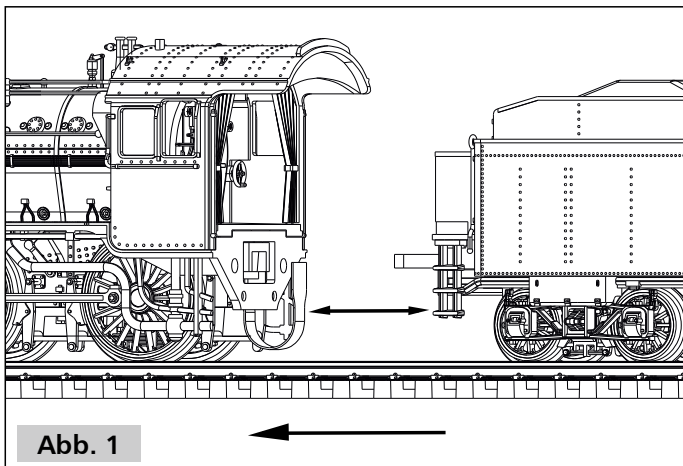

Abb. 1
**Kuppeln:** Zunächst bitte die mechanische Verbindung der Lok durch Zusammenschieben von Lok und Tender (auf dem Gleis) vornehmen (**Abb.1**). Als Zweites die Leiterplatte möglichst mit einer flachen Justierzange (oder einer breiteren Pinzette) in den Steckverbinder des Tenders bis zum Anschlag einstecken (**Abb.2**).
**Entkuppeln:** Zunächst die Leiterplatte mit einer flachen Justierzange (oder einer breiteren Pinzette) aus dem Steckverbinder des Tenders nach unten herausziehen (**Abb.2**). Als Zweites die Lok-Tenderkupplung durch Ziehen aus der Raststellung lösen (**Abb.1**). Das Kuppeln und Entkuppeln sollte auf ein mögliches Mindestmaß beschränkt bleiben.